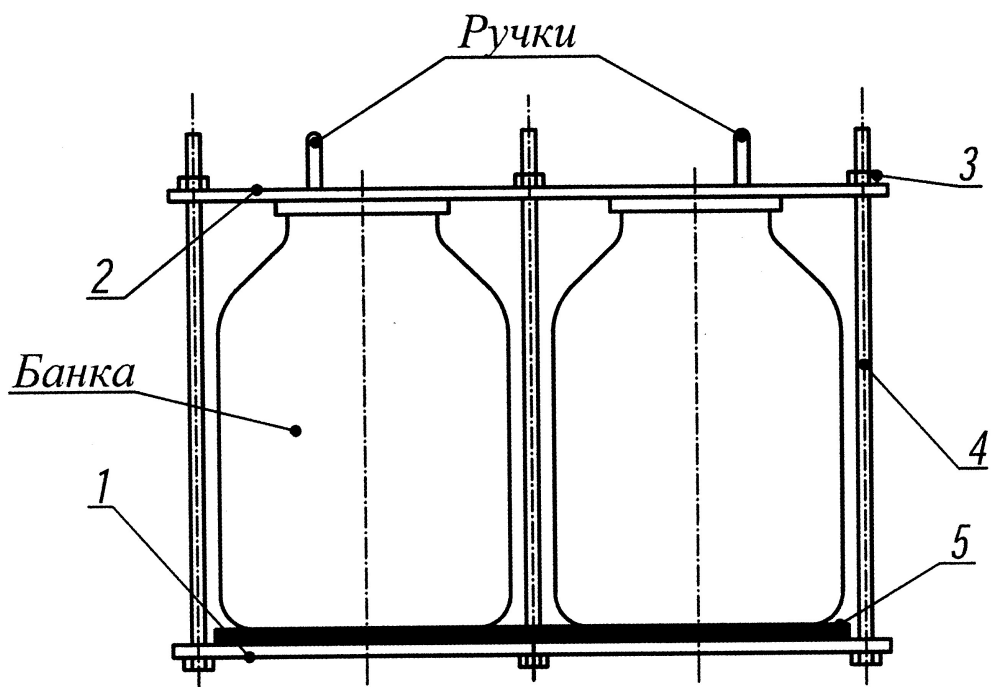

Рисунок 2 — Кассета
- при необходимости вынуть кассету с банками из корпуса автоклава, взявшись двумя руками за ручки крышки 2 (рис. 2) (предварительно слив воду);
Установить в кассету подготовленное количество банок с закатанными продуктами согласно таблице 2 (где показана максимальная вместимость) и надёжно зафиксировать банки в кассете с помощью зажимных гаек 3 (рис. 2), затягивая их крест-накрест ключом так, чтобы плотно притянуть крышку 2 к банкам с лёгким усилием.
При установке 0,5л банок в два слоя, банки верхнего слоя устанавливаются непосредственно на банки нижнего слоя без резиновой прокладки 5 (рис.2). Банки должны располагаться как можно ближе к шпилькам. Банки должны иметь одинаковую высоту. Проверить